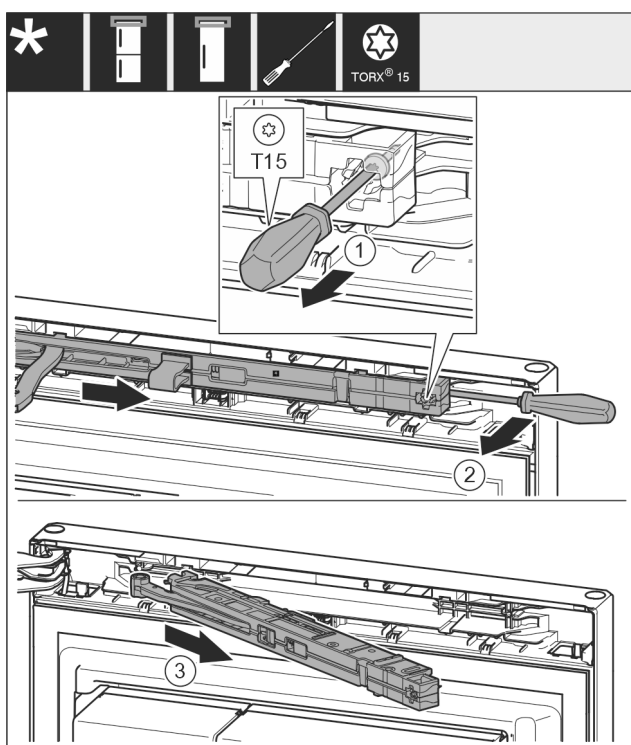

Fig. 11
► 用螺丝刀将关门阻尼单元上的螺钉 Fig. 11 (1)松开 14 mm。
► 用螺丝刀在手柄侧向前推动关门阻尼单元 Fig. 11 (2)。
► 拉出关门阻尼单元 Fig. 11 (3)。